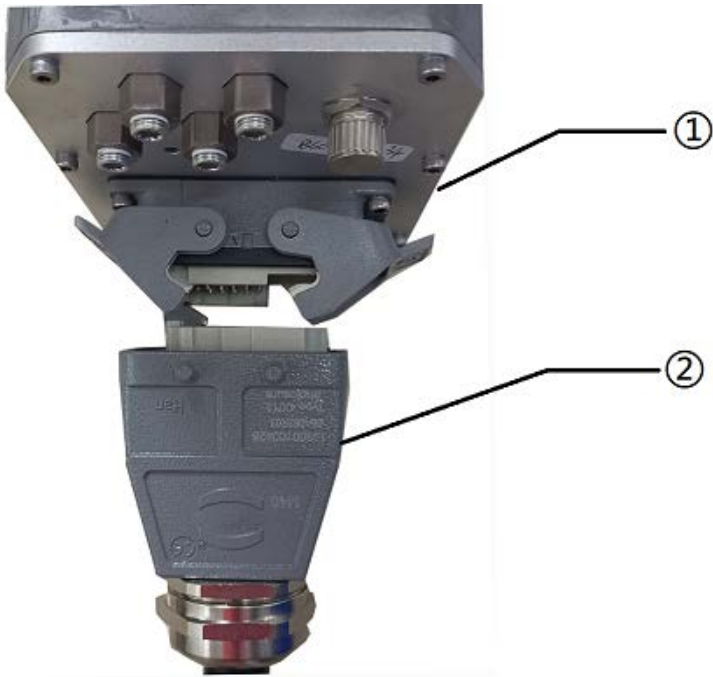

图 24 连接本体示意图
- 请参照图 24 连接示教器电缆：
XBC5 控制柜全系类标配新一代重载连接器，请参照图 24 连接本体中继电缆，图 24 中 1 为本体底座后侧接线面板，2 为控制柜侧中继重载插头。